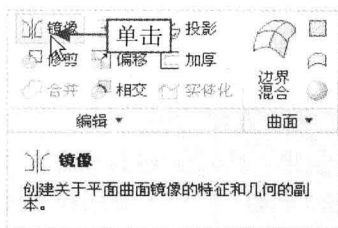

图 10-59 单击“镜像”按钮
Step 02 在“功能区”选项板的“模型”选项卡中，单击“编辑”面板中的“镜像”按钮, 如图 10-59 所示。